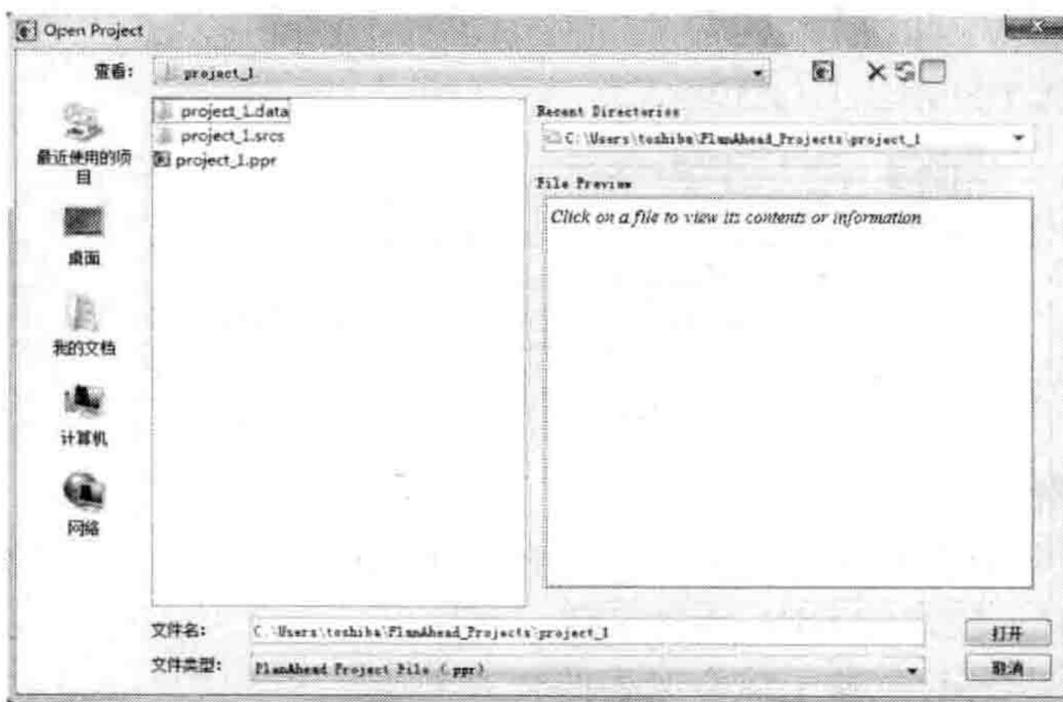

图 1.1.4 打开 PlanAhead 工程
(2) 打开工程 (Open Project)：打开浏览对话框，用于选择打开已经存在的 PlanAhead 工程，PlanAhead 工程文件的后缀名为 “.ppr”。单击该链接时打开如图 1.1.4 所示对话框。